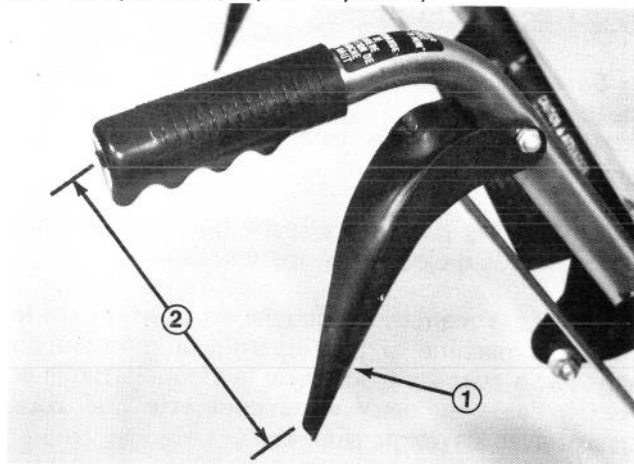

Figure 8
3. Mesurez la distance entre le centre du mancheron et le bout du levier de commande de tarière (Fig. 8). Cette distance devrait être d'environ 6 à 6-1/2 pouces (15,2 à 16,5 cm.).